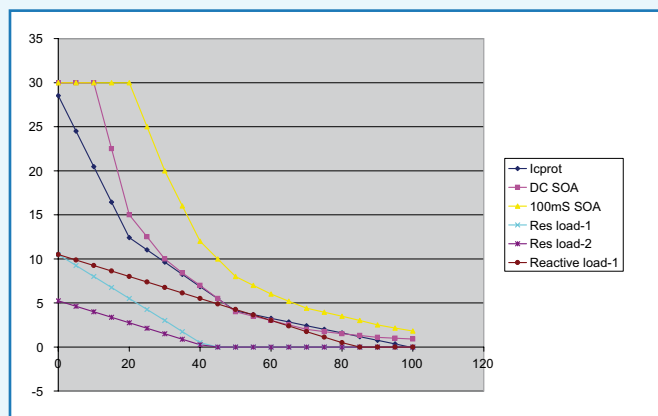

Figure 1. Aire de sécurité (SOA), lignes de charge et zone de protection.
La figure 1 montre les diverses courbes nécessaires pour mettre au point la protection SOA pour deux paires de composants de sortie. Le courant de collecteur  $I_C$  (A) est représenté sur l'axe vertical, la tension collecteur-émetteur  $V_{CE}$  (V) sur l'axe horizontal. Quand  $V_{CE}$  est nulle, cela signifie que  $V_{out}$  est égale à  $V_{supply}$ . En pratique, il y aura toujours quelques volts résiduels de  $V_{CE}$  à la tension de sortie maximale, mais nous l'ignorons pour le moment. La courbe cyan montre les combinaisons sûres de  $I_C$  et  $V_{CE}$  permanents pour deux Darlingtons STD03 Sanken, utilisés dans cet amplificateur. La courbe jaune représente ces combinaisons pour une charge qui ne dure pas plus de 100 ms. Cela signifie que les combinaisons qui tombent en-dessous et à gauche de la courbe sont sûres, mais que le système de protection doit être activé dès que la courbe est traversée. Comme la musique est faite d'impulsions et non de courant continu, on pourrait dire que le respect de la courbe jaune est suffisant, mais en utilisant la courbe cyan nous aurons un facteur de sécurité supplémentaire en plus d'une protection contre les courts-circuits en continu.
La figure 1 montre aussi quelques lignes de charge, qui sont les combinaisons de  $I_C$  et  $V_{CE}$  requises pour attaquer une charge (résistive), en supposant une alimentation de  $\pm 40$  V. La ligne inférieure, en rose, est une charge de 8  $\Omega$ , la bleue une charge de 4  $\Omega$ . Par exemple dans le cas de 4  $\Omega$ , nous voyons que quand  $V_{CE} = 0$ , la tension de sortie est égale à la tension d'alimentation (40 V dans ce cas) donc  $I_{out}$  dans 4  $\Omega$  vaut 10 A. La courbe marron concerne aussi une charge de 4  $\Omega$ , mais maintenant avec une composante réactive maximale à 90° de déphasage. C'est une charge particulièrement méchante. Avec  $V_{CE} = 40$  V, nous sommes exactement à mi-chemin des alimentations ( $\pm 40$  V) avec  $V_{out} = 0$ . Avec  $V_{CE} = 60$  V,  $V_{out}$  est en fait négative, -20 V, mais le courant de collecteur  $I_C$  reste positif (3 A). Cela signifie que le transistor supérieur (composant NPN) débite du courant même avec une tension de sortie négative ! Dans ces circonstances (qui peuvent se présenter relativement facilement avec les charges réelles haut-parleur/filtre) des combinaisons de  $V_{CE}$  et  $I_C$  très élevés peuvent arriver même si la dissipation du composant est très limitée comme le montre la courbe de SOA. Dans cet exemple, avec  $V_{CE} = 60$  V et  $I_C = 3$  A, la dissipation autorisée est de 90 W, alors que la feuille de caractéristiques annonce un composant de 160 W.
Ainsi nous pouvons faire une simple limitation de courant qui suit, par exemple, la ligne de la charge complexe de 4  $\Omega$ , mais cela nous interdit l'usage de la grande plage à faible  $V_{CE}$  et  $I_C$  entre 10 A et 30 A, qui pourrait être utile avec des haut-parleurs qui ont des creux à basse impédance. Il est clair d'après la figure 1 qu'un simple limiteur de courant n'est pas suffisant. Nous devons « modéliser » la courbe cyan dans notre circuit. Cela peut être fait avec quelques éléments non-linéaires dans le circuit, et la courbe de protection SOA que je recherche est représentée en bleu foncé. Elle présente deux points d'inflexion, à  $V_{CE} = 20$  V et  $V_{CE} = 50$  V.